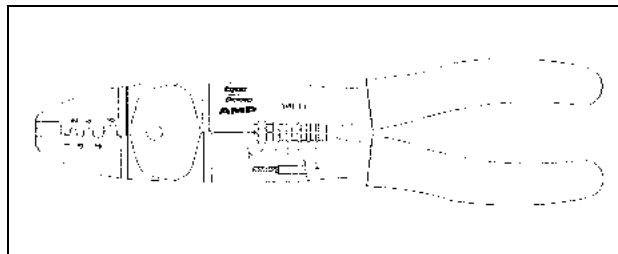

figura 13.12: Pinze Tyco AMP 169111-1
- Pinze Tyco AMP 169111-1 (vedere figura 13.12)